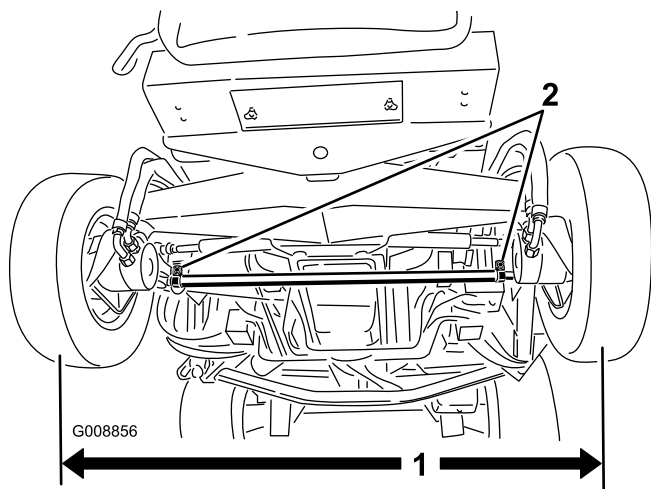

Рисунок 76
1. Измерьте межцентровое расстояние (на высоте моста) на передней и задней стороне рулевых колес (Рисунок 76).
2. Для регулировки ослабьте зажимы на обоих концах поперечных тяг (Рисунок 76).